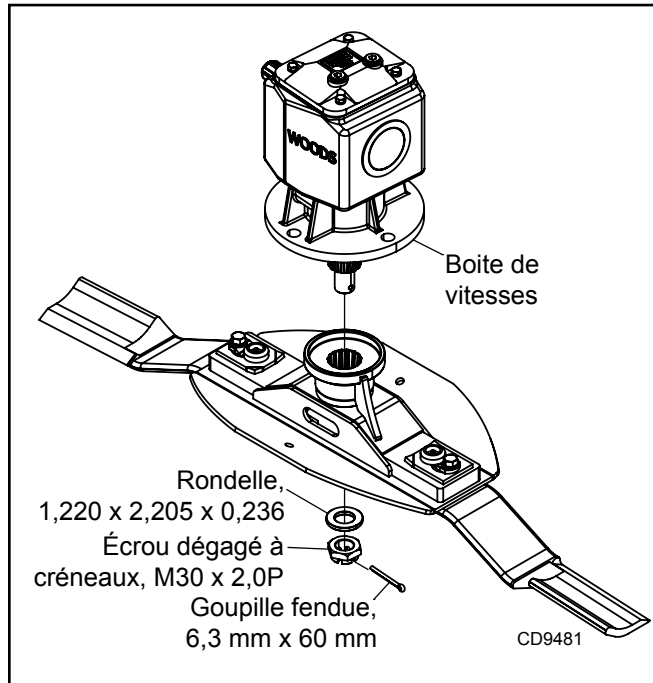

Figure 15. Installation de l'ensemble de la barre transversale
- Voir la figure 15. Retirez la goupille fendue de la partie inférieure de la barre transversale et retirez l'écrou et la rondelle.